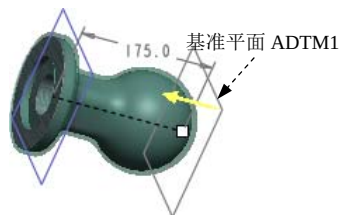

图 7.1.6 创建基准平面 ADTM1
Step5. 在“操作”操控板中单击**基准**按钮，在弹出的菜单中选择**□**命令，系统弹出“基准平面”对话框。选取 NC_ASM_TOP 基准面为参考平面，然后在**平移**文本框中输入数值-175，单击**确定**按钮，创建图 7.1.6 所示的基准平面 ADTM1。